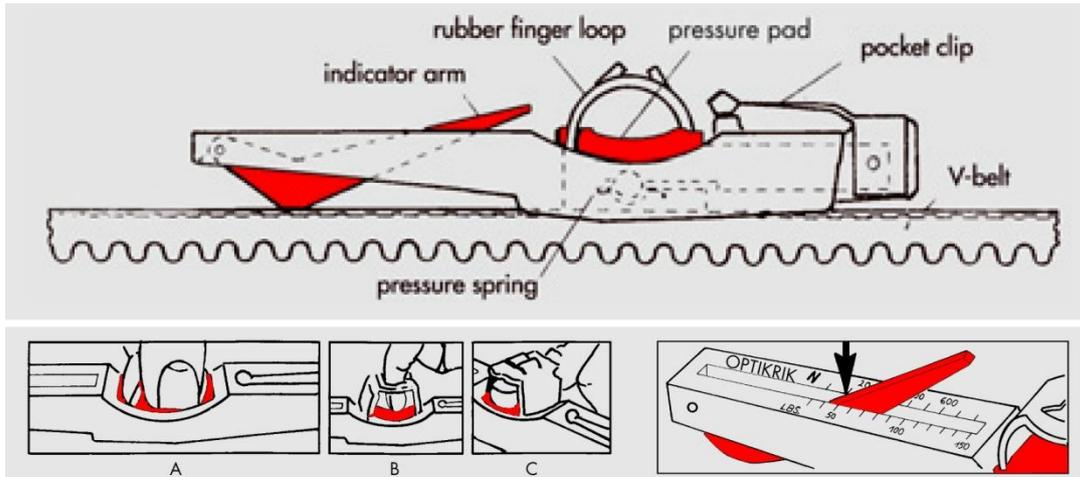

Figura 13
- 1- La figura 13 (A, B o C) mostra i tre modi corretti di impugnatura del misuratore che permettono che la pressione venga applicata solo al *pressure pad*.
- 5- Leggere la tensione rilevata dall'asta indicatrice, come mostrato in figura 13.